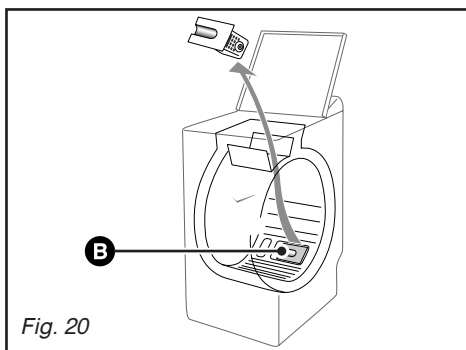

Fig. 20
Par les ouvertures laissées libres par le retrait de la pièce **A**, vous avez accès au filtre de pompe **B** (Fig. 20)
– retirez-le de son logement (Fig. 20)